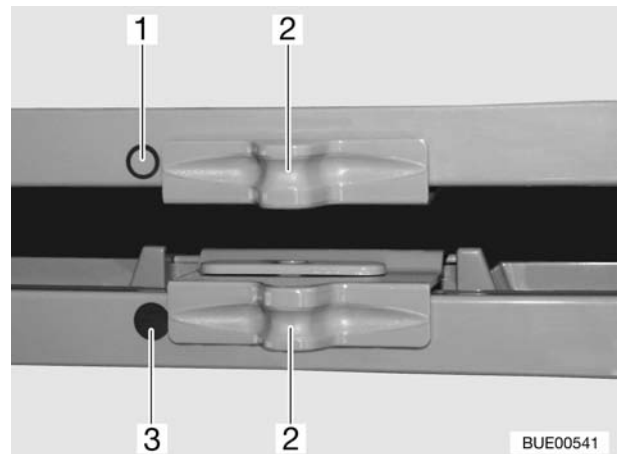

Bild 151 Verriegelung der Kühlschranktür/des Frosterfachs
- Verriegelung (Bild 151,2) zur Seite schieben, so dass der Ring "O" (Bild 151,1) sichtbar ist.
- Verriegelung (Bild 151,2) zur Seite schieben, so dass der volle Punkt "●" (Bild 151,3) sichtbar ist.